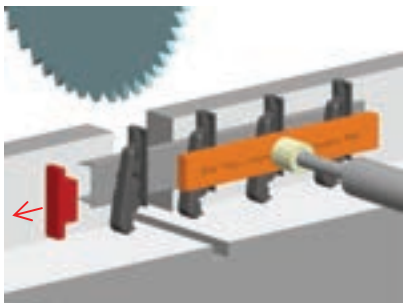

Fig. 4a
PASSO 4 – togliere il tappo in plastica ed effettuare il taglio del meccanismo (vedi fig. 4a, 4b e 4c).